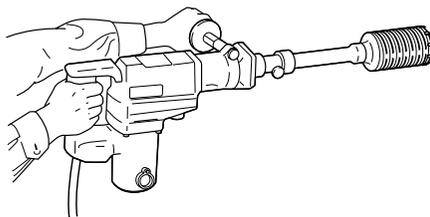

Fig. 15
- (1) Branchez l'appareil sur une prise d'alimentation.
- (2) Un ressort est placé dans le goujon central. En l'appuyant tout droit et doucement, toute la surface de la couronne entre en contact avec le mur ou la surface du plancher et permet le démarrage du perçage. (Fig. 15)
- (3) Lorsque la profondeur du trou est de 5 mm environ, il est possible de déterminer sa position. Ôter ensuite le goujon central et la plaque de guidage de la couronne et poursuivre le perçage.